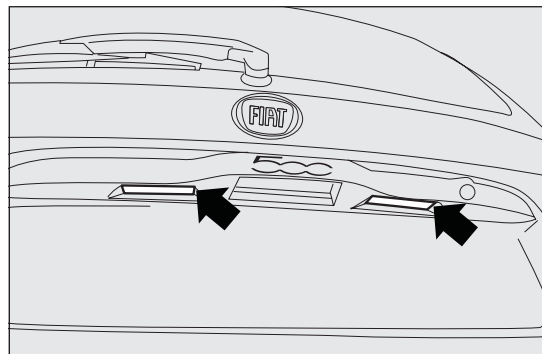

fig. 119
- agire nel punto indicato dalla freccia fig. 119 e rimuovere il trasparente A;